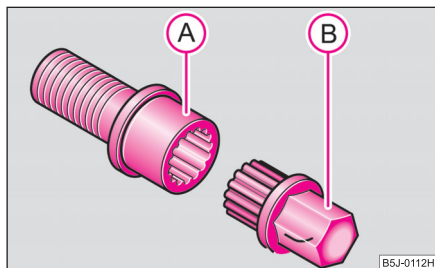

Fig. 187 Șurub de siguranță cu adaptor
- Introduceți adaptorul (B) cu partea zimțată până la limită pe interiorul zimțat al șurubului de siguranță (A), astfel încât să se mai vadă numai partea hexagonală ⇒ fig. 187.
- Împingeți cheia de roată până la capăt, pe adaptor (B).